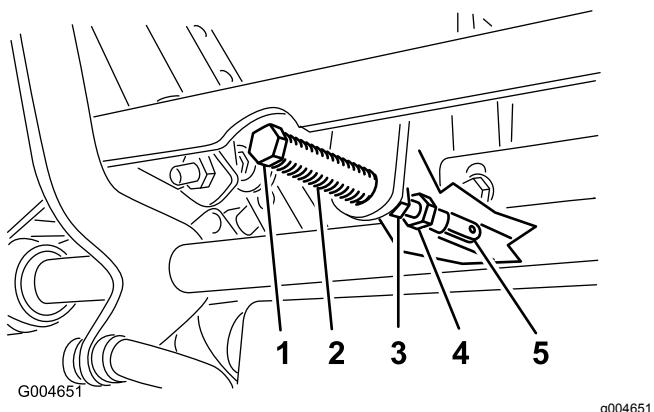

Рисунок 49
- Потяните рычаг назад так, чтобы шплинтуюмый штифт (на рычаге над осью поворота) вошел в контакт с концом паза (только начал надавливать на пружину), как показано на Рисунок 49.
- Если требуется регулировка, ослабьте гайку и контргайку, прижимающую рычаг к вилке (Рисунок 49).
- Слегка надавив в направлении назад на рычаг управления движением, поверните головку регулировочного болта в соответствующем направлении так, чтобы рычаг управления расположился по центру в НЕЙТРАЛЬНОМ ФИКСИРОВАННОМ положении (Рисунок 49).
- Затяните гайку и контргайку (Рисунок 49).
10. Затяните контргайки в месте расположения шаровых шарниров (Рисунок 49).